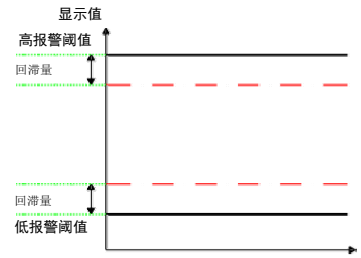

图 10
2.高/低限值区间（中值）报警输出方式【**2 HnL**】，在此种模式下，如果输入信号处于高报警阈值和低报警阈值所包含的中间区域时，开关量输出将被触发。在此种模式下存在两个回滞量区域：高报警阈值~（高报警阈值-回滞量设定值）区间；低报警阈值~（低报警阈值+回滞量设定值）区间（图10）。